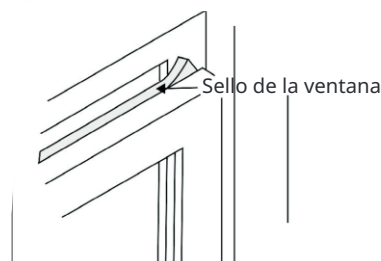

Fig.18
1. Recorte el sello del marco para que se ajuste al ancho de la ventana. Inserte en el espacio entre las partes superior e inferior de la ventana (Fig.18).